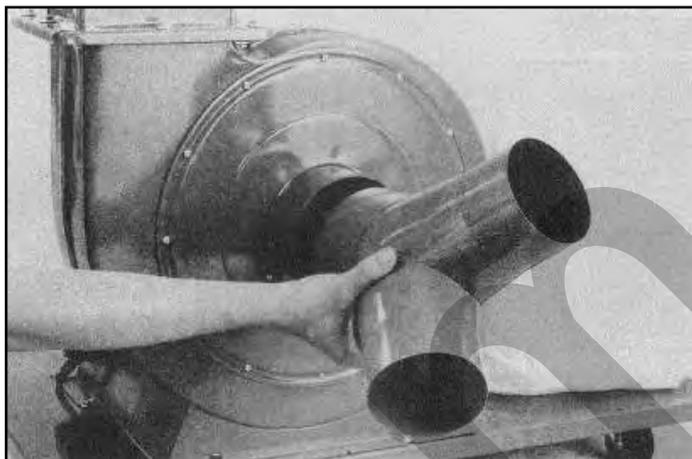

Figura 16 - Montaggio tubo di attacco.
10. Il doppio tubo di attacco (G) può ora essere inserito nel foro dell'aspiratore (Figura 16).